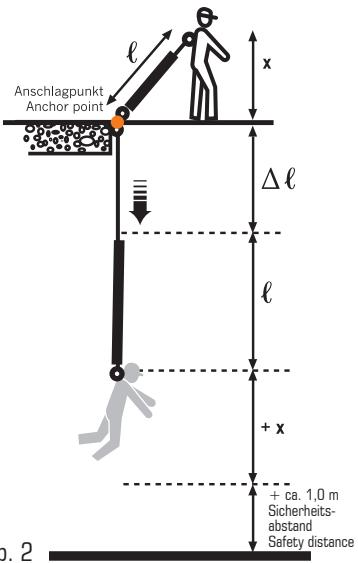

Abb. 2
Der Falldämpfer begrenzt die bei einem Absturz entstehende Energie auf ein körperverträgliches Maß durch Längenänderung (vgl. Δl, Abb. 2). Der Falldämpfer ist nach einer Sturzbelastung nicht mehr verwendbar!
Die Höhe des Anschlagpunktes und der benötigte Bodenfreiraum muss in jedem Fall ausreichend bemessen werden um die Wirksamkeit des Systems zu gewährleisten (vgl. Abb. 2):
- + Körperlänge (vgl. x, Abb. 2)
- + Sicherheitsabstand (ca. 1m, vgl. Abb. 2)
By changing its length, the energy absorber limits the energy generated during a fall to an amount that can be withstood by the body (cf. Δl , Fig. 2). If used to arrest an actual fall, the energy absorber may not be used subsequently!
The height of the anchoring point and the required distance above the base must in all cases be sufficient, to ensure the effectiveness of the system (cf. Fig. 2):
- + body length (cf. x, Fig. 2)
- + safety distance (approx. 1m - cf. Fig. 2)
L'absorbeur d'énergie limite les effets de l'énergie lors d'une chute à un niveau supportable pour le corps humain par un dispositif à allongement (cf. Δl, fig. 2). L'amortisseur n'est plus utilisable après une chute !!
Si possible ne pas laisser pendre l'amortisseur (pas de corde lâche). Dans toute la mesure du possible le point d'accrochage doit être à la verticale du point d'intervention. Si le point d'accrochage est en dessous, il y a alors risque de choc sur des structures situées plus bas en cas de chute. Si le point d'accrochage est sur le côté, il y a de même risque de choc sur des structures éventuellement présentes dans cette direction. La hauteur du point d'accrochage et l'espace libre en dessous doivent être bien appréciés dans tous les cas pour assurer le bon fonctionnement de l'équipement (cf. fig. 2):
- + longueur du corps (cf. x, fig. 2)
- + distance de sécurité (env. 1m, cf. fig. 2)
El amortiguador de caídas se extiende para limitar la energía que se genera en caso de caída a una magnitud soportable para el cuerpo (véase Δl, fig. 2). ¡Después de proteger contra una caída, el amortiguador no se podrá volver a utilizar!